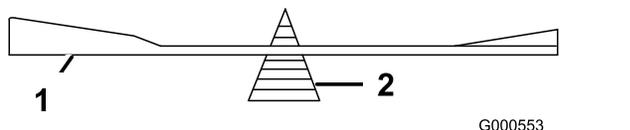

Figure 53
2. Vérifiez l'équilibre de la lame en la plaçant sur un équilibreur (Figure 53).
Remarque: Si la lame est déséquilibrée, limez un peu l'extrémité de l'ailette seulement (Figure 53).